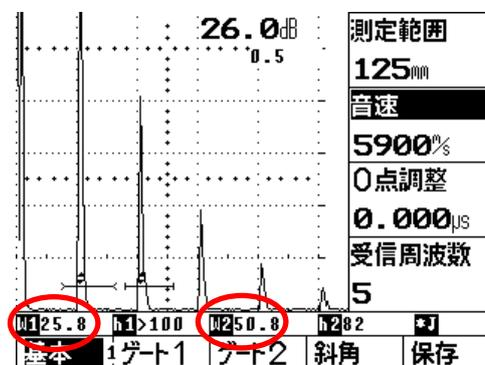

図4 測定範囲の調整
①  キーか表示器の基本の下の  キーを押し、基本表示にする。(図4参照)
②STB-A1の25mm厚さの部分を用いて多重エコーを表示させる。
③音速の横の  キーを押し、右ダイヤルで音速を5900m/sにする。
④測定範囲の横の  キーを押し、右ダイヤルで、測定範囲を125mmにする。次に、ゲート1をB₁エコーに掛けるように、ゲート2をB₂エコーに掛けるように移動させる。
⑤B₂エコーの高さを80%として、音速の横の  キーを2回押し、右ダイヤルで音速を微調整し、B₁、B₂のビーム路程差が25.0mmになるように調整する。
(図4では、W1:25.8mm, W2:50.8mm)